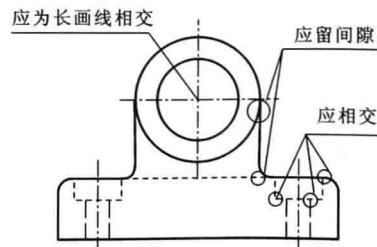

图 1-5 点画线或虚线与其他图线的关系
- 点画线、虚线和其他图线相交时, 都应该在线段处相交, 不应在空隙或短画线处相交。当虚线处于粗实线的延长线上时, 粗实线应画到分界点, 而虚线应留有空隙。当虚线圆弧和虚线直线相切时, 虚线圆弧的线段应画到切点, 而虚线直线需留有空隙, 如图1-5所示。